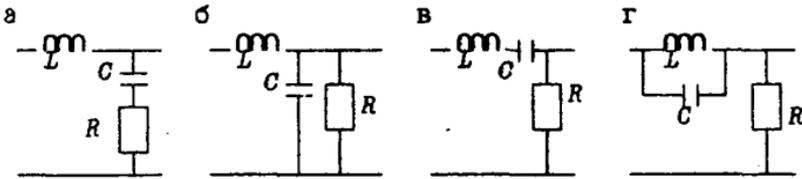

Рис.2.1
2. Найдите передаточные функции схем на рис.2.1.